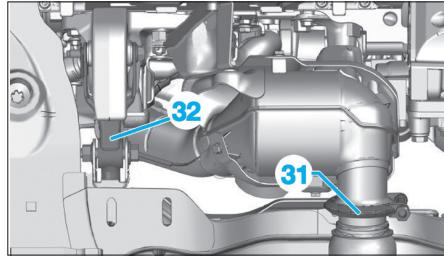

Fig. 74
- le collier du précatyseur (31) (**Fig.74**),
- la biellette anticouple (32).